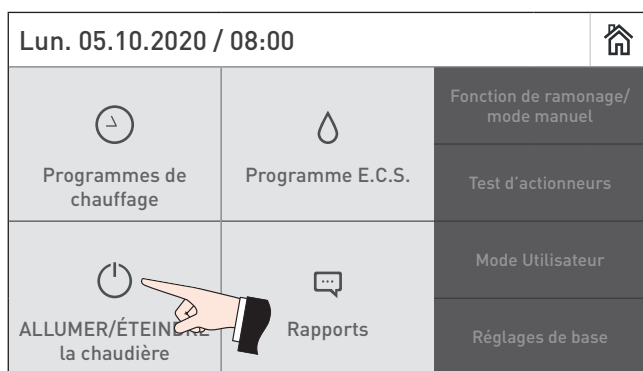

Fig.3 Extinction de la BioWIN 2 Touch
► Avant d'ouvrir la porte du revêtement, il est impératif d'éteindre la chaudière en appuyant sur la **touche MARCHÉ/ARRÊT** (voir Fig. 3) et de la laisser refroidir (pas d'affichage sur l'écran).